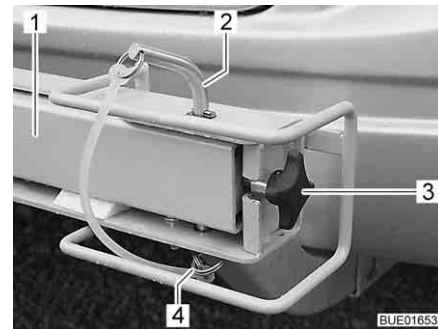

Bild 2 Lås cykelställ
- Dra ut fjäderkontakten (Bild 2,4).
- Dra ut säkringsbulten (Bild 2,2) uppåt.
- Lossa eller skruva ut stjärngreppsskruven (Bild 2,3).
- Ta tag i svängarmen (Bild 2,1) och sväng den åt sidan.